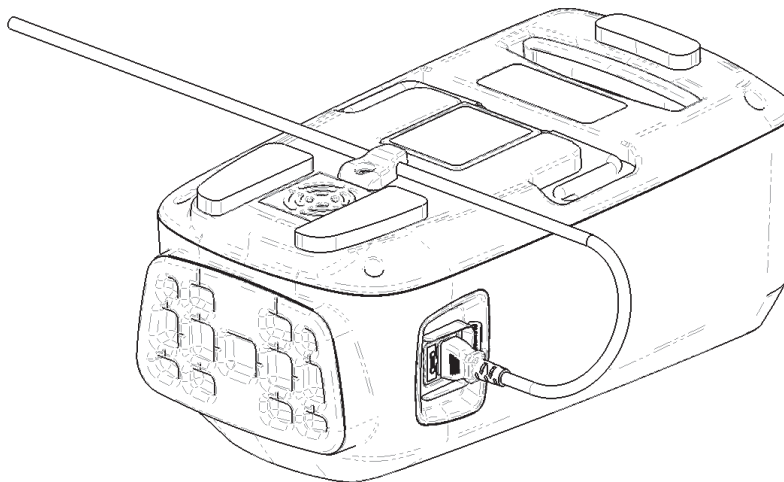

Figure 22 – Cordon d'alimentation fixé
11. Fixer le cordon d'alimentation (Figure 22).